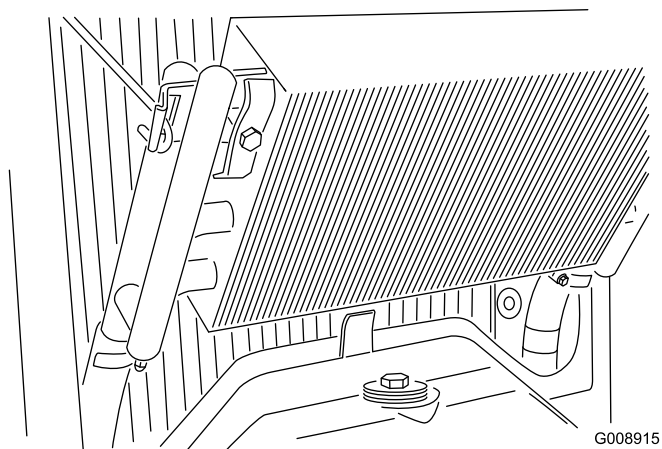

Рисунок 70
4. Откройте защелку маслоохладителя и поверните его назад (Рисунок 70).